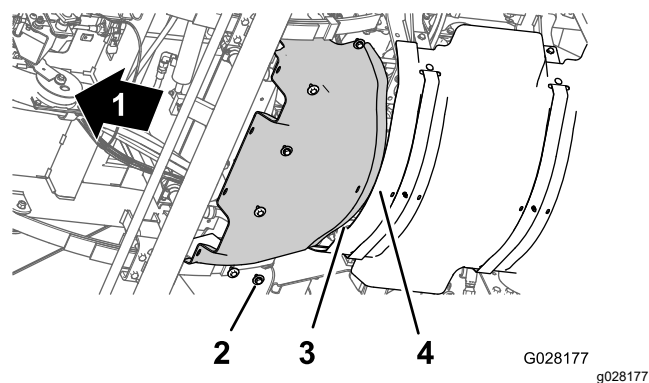

Figure 66
1. Alignez la bride arrière de l'écran pare-chaueur avant et la bride avant de l'écran pare-chaueur arrière (Figure 66).
2. Alignez les trous de l'écran pare-chaueur avant et les trous filetés du châssis (Figure 66).
3. Montez l'écran pare-chaueur avant sur la machine au moyen des 6 boulons à tête hexagonale et des 6 rondelles (Figure 66) retirés à l'opération 3 de Dépose de l'écran pare-chaueur avant \(page 56\).